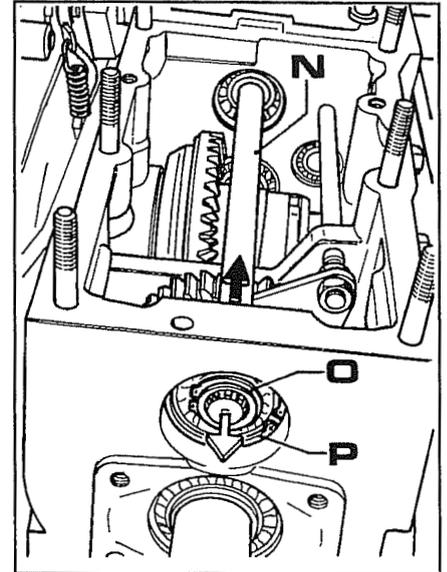
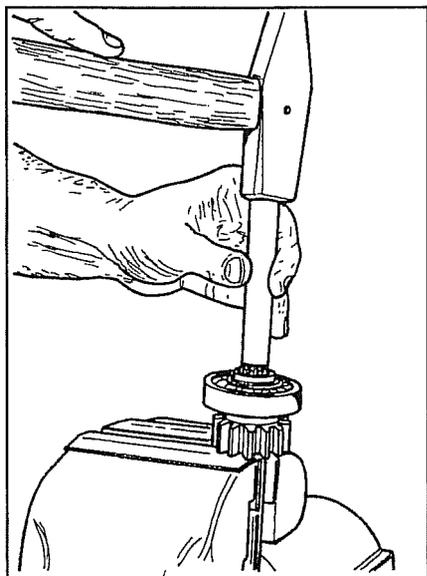
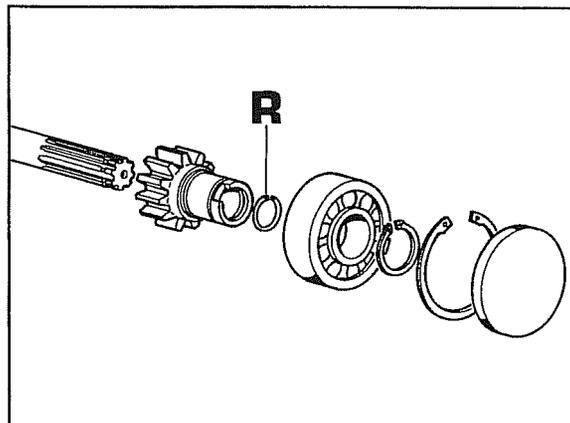

Fig. 12
Fig. 13
Fig. 14
2. Con toma de fuerza de 2000 rpm, extraer el eje **N** fig. 12 hacia adelante según el sentido indicado por la flecha negra, luego quitar el anillo seeger **O** para extraer el engranaje del cojinete.
Con toma de fuerza de 1000 rpm en cambio quitar el anillo seeger **P** fig. 12.
Extraer hacia atrás, siguiendo el sentido de la flecha blanca de la fig. 12, el eje **N** con el cojinete y el engranaje, luego quitar el eje del engranaje como se muestra en la fig. 13.
Nota - En la operación de la fig. 13 notaremos la presencia de un anillo elástico (**R** fig. 14) entre el eje y el engranaje, En el momento de la extracción, este anillo se ensanchará en la sede del engranaje permitiendo la salida del eje.